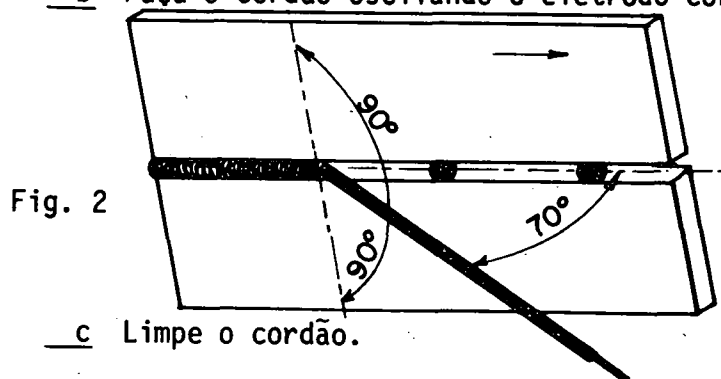

Fig. 2
- a Incline o eletrodo (fig. 2).